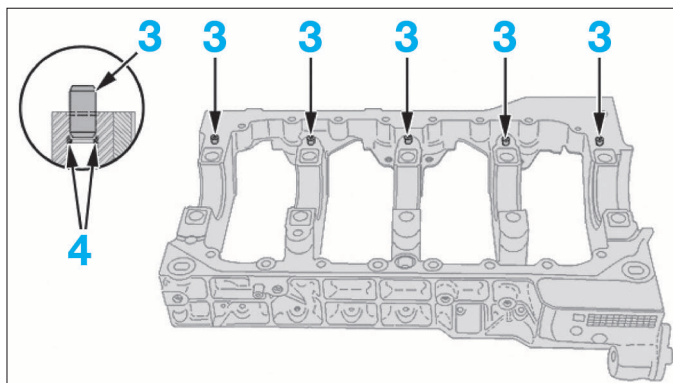

FIG. 63
- Contrôler la présence des goupilles (3) de centrage sur le carter de palier de vilebrequin (Fig.63).